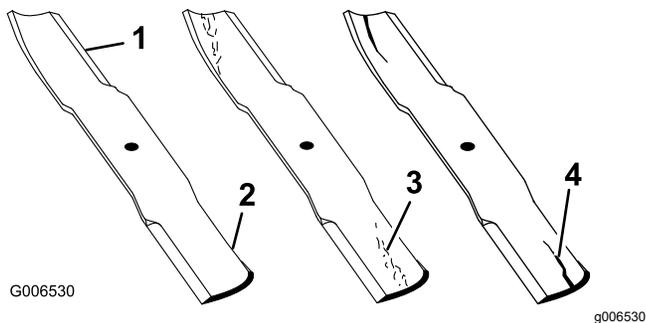

Figura 56
1. Inspeccione los filos de corte (Figura 56).
- Si observa fisuras, desgaste o la formación de una ranura en esta zona, instale de inmediato una cuchilla nueva (Figura 56).